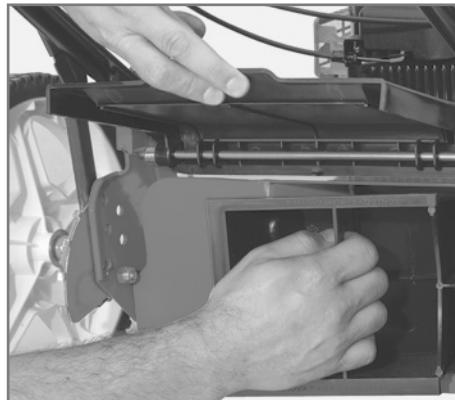

Figura 10
- ✓ Para utilizar o defletor de reciclagem da grama, com a máquina desligada, levante a tampa traseira e monte o defletor na abertura da saída de grama, conforme Figura 10.